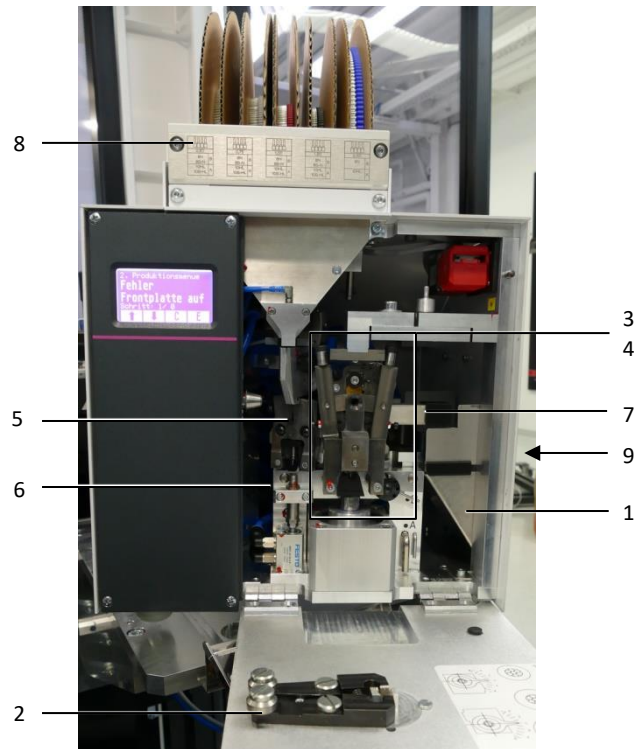

Bild 21: Översikt över underhållspunkterna
- Lossa skruvarna och ta bort kåpan (bild 21, pos. 8)